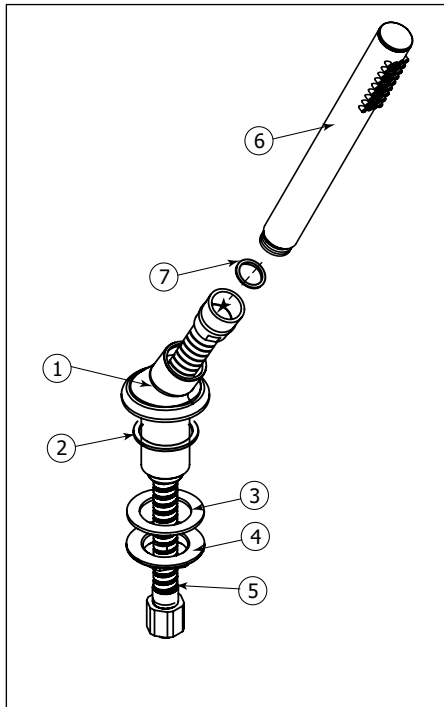

Fig.5
Insert the handshower base (decorative flange) (1), threaded rod and washer (2) into the deckmount hole. Secure with supplied tie-down kit (3 & 4). Fig.5.
Insérer la base de douchette (rosace décorative) (1), la tige filetée et la rondelle (2) dans le trou de la surface. Ensuite la fixer avec l'écrou (3) et la rondelle (4). Fig.5.